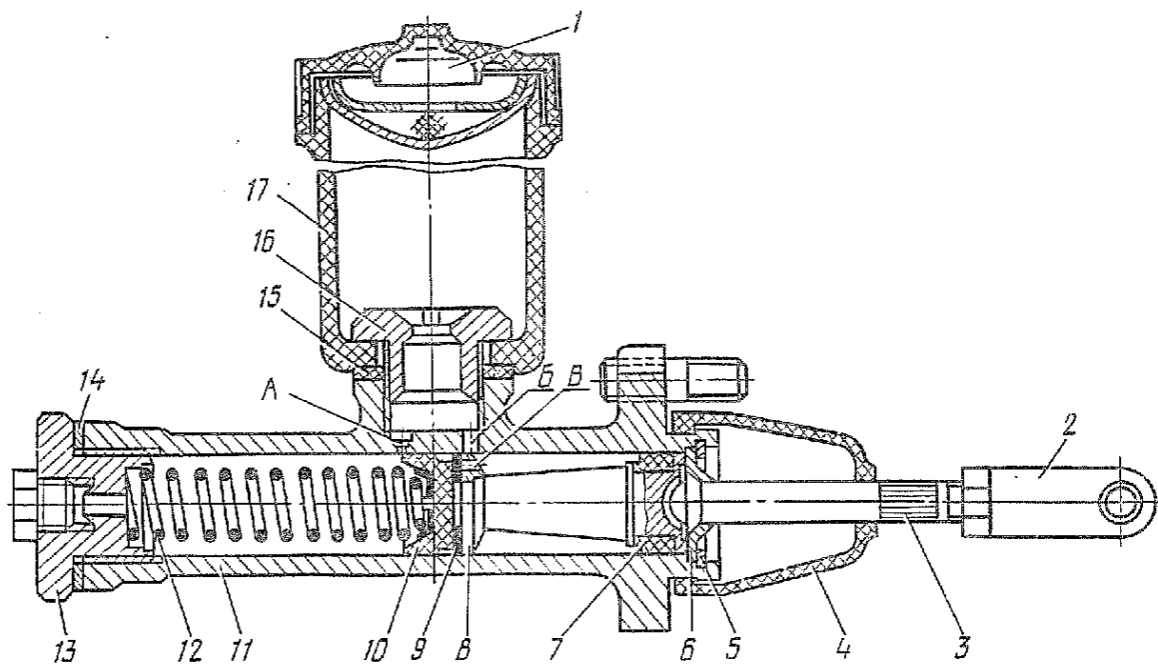

Рис. 129. Главный цилиндр сцепления:
1.1. Снять с корпуса бачка 17 (рис. 129) крышку 1 и сетку.
3.2. Установить на поршень 8 (рис. 129) наружную манжету 7 плоской стороной к заднему торцу поршня (отвертка 150×0,25).